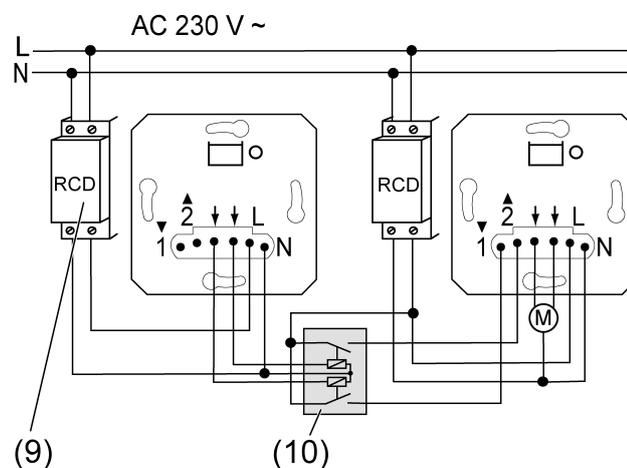

Figura 5: Esempio di collegamento di due circuiti RCD
- Collegare gli apparecchi in base all'esempio di collegamento (Figura 5).